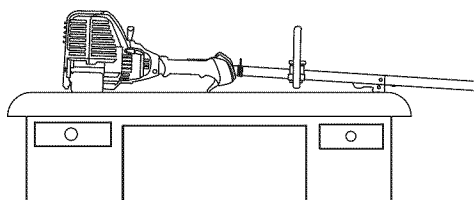

Fig. 21
2. Coloque el motor sobre una superficie plana y nivelada, con el protector de la cabeza de corte colgando de un banco o mesa de trabajo para obtener una lectura adecuada del nivel de aceite (Fig. 21).